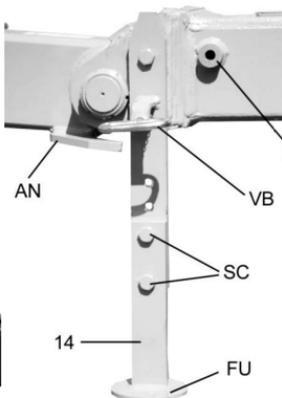

Рисунок 5.2.7
- Приподнять плуг спереди на 1...5 см. Поднимать плуг спереди выше разрешается лишь в том случае, если опорная стойка 14 повернута вверх (рисунок 5.2.7). В противном случае срезается фиксирующий палец VB.